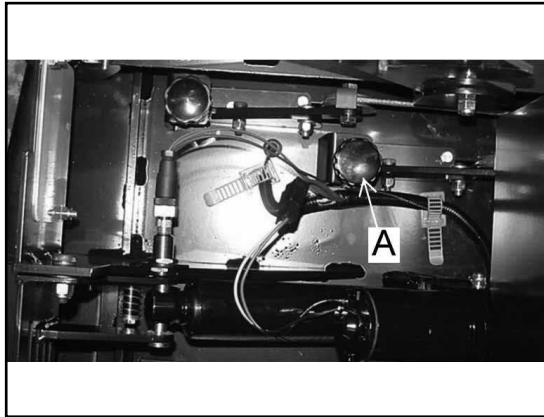

FIGURA 80
El botón de ajuste del cepillo principal (A), para cambiar la altura de barrido y compensar el desgaste del cepillo, está ubicado en el frontal de la máquina, como se muestra en la figura 80. Gire el botón hacia la izquierda (en sentido contrario a las agujas del reloj) para bajar el cepillo principal. Al cambiar el ajuste de la altura de barrido, se recomienda ajustar el botón un giro cada vez. Tras ajustar, vuelva a comprobar el patrón de barrido para determinar si se necesitan más ajustes.